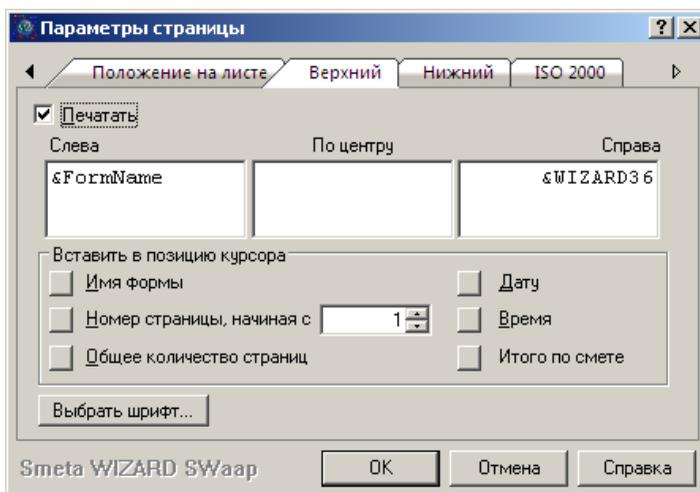

Рис. 5.6 Диалоговое окно «Параметры страницы» закладка «Верхний».
- На закладках «Верхний»/«Нижний» (Рис. 5.6) с помощью кнопок группы «Вставить в позицию курсора» определить *настройки* верхнего и нижнего колонтитулов, и установить шрифт текста колонтитула. Доступ к колонтитулам также можно получить при помощи команды **Колонтитулы** на вкладке **Оформление**.